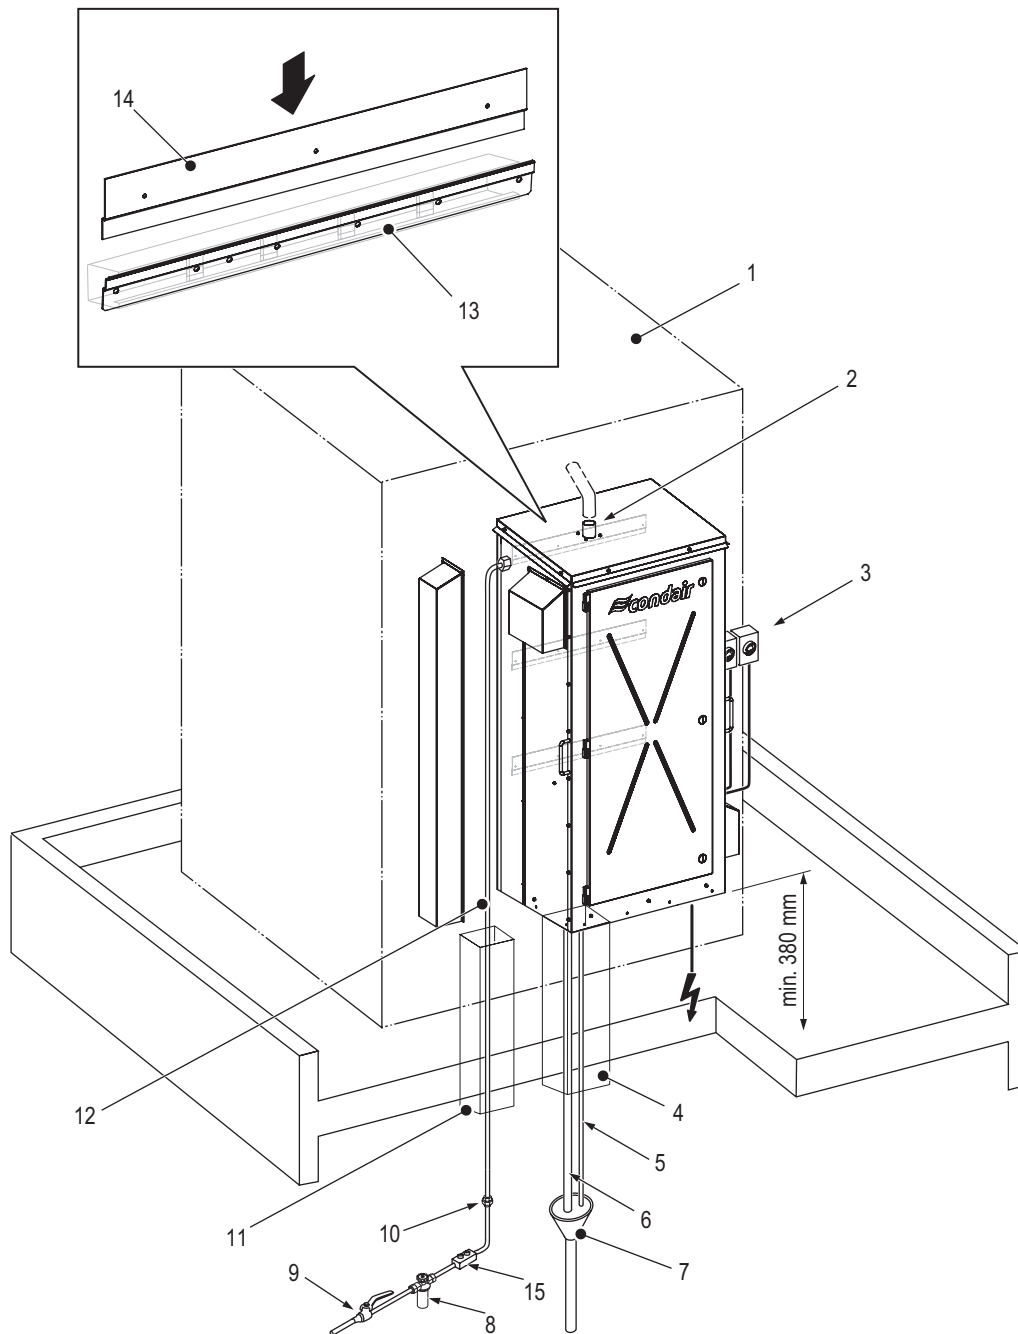

Abb. 5: Typische Installation am Lüftungsgerät (abgebildet ist das mittelgrosse Gerät)
- direkt an einer entsprechend verstärkten senkrechten Fläche des Lüftungsgeräts, siehe Abb. 5 in Kapitel 5.2.1.
- Hinweis 3:** Der Ablauftrichter sollte sich wie in Abb. 5 dargestellt innerhalb des Gebäudes (empfohlen) befinden und an einen eigenen Gebäudeablauf (empfohlen) mit einer Ablaufkapazität von mindestens 30 l/min pro Dampfzylinder bei einem EL-OC-Gerät und bei einem RS-OC-Gerät angeschlossen sein. Die Ablaufleitung aus dem Trichter sollte einen Innendurchmesser von mindestens 40 mm haben. Die Ablaufleitungen, die in den Trichter münden, dürfen die Seiten oder den Boden des Trichters nicht berühren. Bei grossen Geräten müssen pro Zylinder getrennte Ablauftrichter für die Ablaufleitungen verwendet werden.